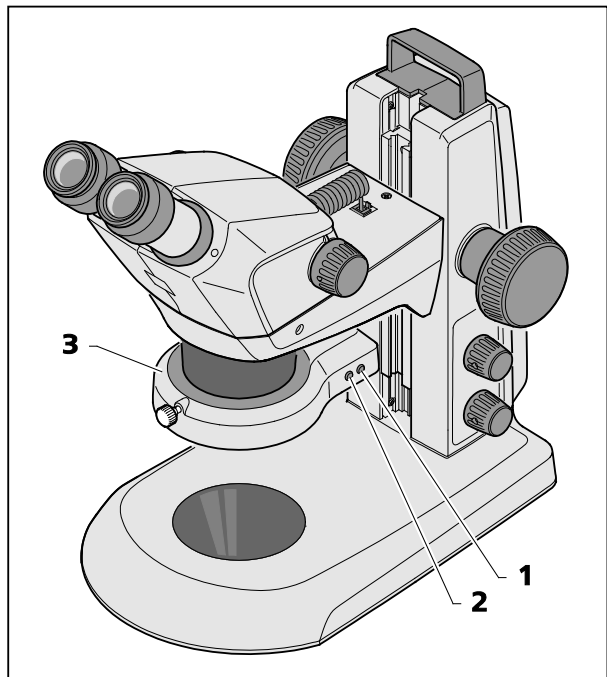

図 23 リングライト
- 前側のボタン（図 23/2）を連続して押すことにより、リングライト（図 23/3）の4つの照明ステータスを切り替えることができます：
- 後ろ側のボタン（図 23/1）を短く1回押すと、セットされているセグメントが時計回りに1/4周ずつ回転します。
- 後ろ側のボタン（図 23/1）を押して、そのまま2秒間以上保持すると、セットされているセグメントは連続して回転します（1/8周きざみで回転、それぞれ1秒/回転）。
- もう一度後ろ側のボタン（図 23/1）を押すと回転は停止し、対象は再び後方から照らされます。